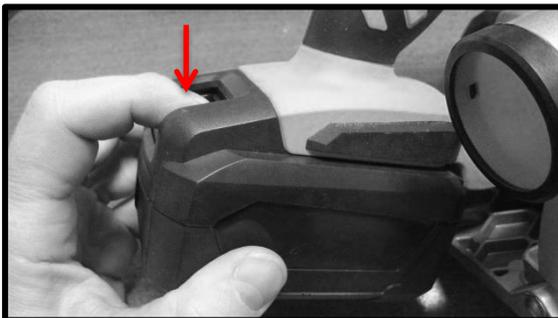

Рис.7
6.4. Снятие аккумулятора (Рис.7,7а).
Рис.7а